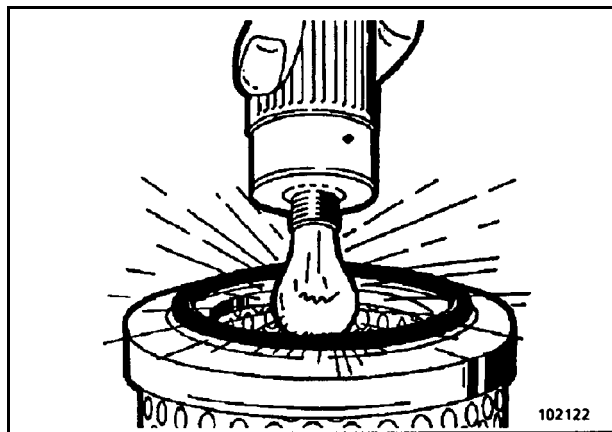

Fig. 3-27:
- ⇒ Comprobar el papel filtrante del elemento utilizando una lámpara que se mete en el interior del elemento (Fig. 3-27:). Así pueden reconocerse fácilmente daños en el elemento.